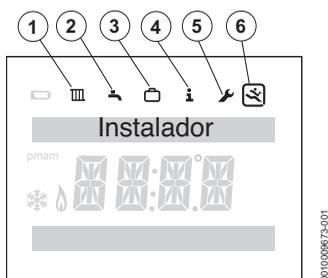

Fig. 13 Indicación de menú de instalador
- Pulsar la tecla **menú** y retorno  hasta que se visualice el menú principal en el menú de servicio (→ fig. 13).